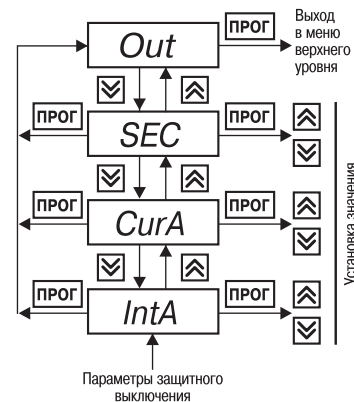

Рис. 17
6.2.2.6. Группа «**RLr**» предназначена для установки параметров защитного отключения (рис. 17). Код доступа для этой группы «\_ \_44».